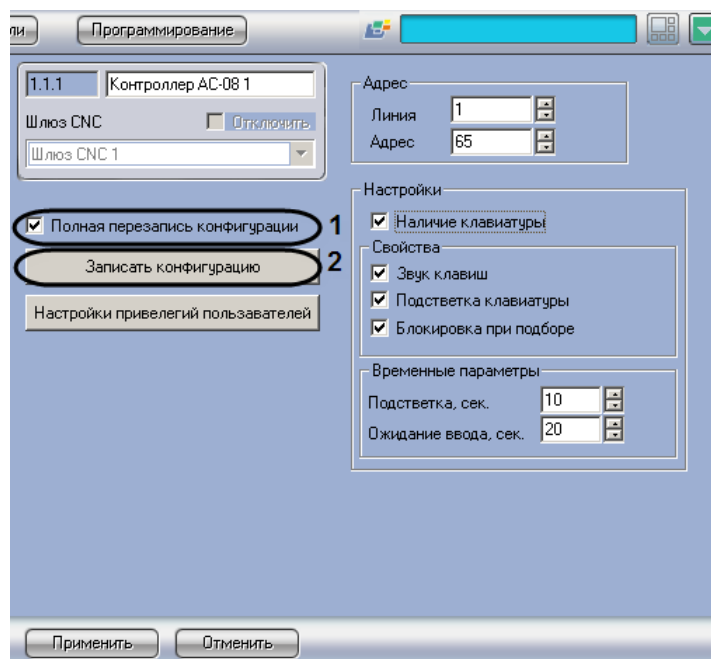

Рис. 3.5—12 Запись конфигурации в охранный контроллер AC-08
1. Перейти на панель настроек объекта **Контроллер AC-08** (Рис. 3.5—12)
2. Если при записи конфигурации требуется выполнять полную перезапись конфигурации контроллера, необходимо установить флажок **Полная перезапись конфигурации** (см. Рис. 3.5—12, 1).
3. Для записи конфигурации в контроллер необходимо нажать кнопку **Записать конфигурацию** (см. Рис. 3.5—12, 2).